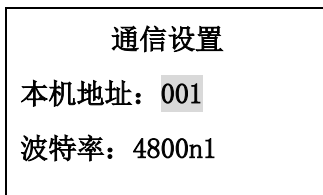

图 12
f. 通信设置（见图 12）
按“**选项**”键选择**通信**项目，按“**设定**”键后会出现图 12 画面，本机地址和波特率用来定义本仪表和上位机通信时的参数，波特